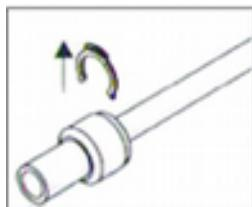

Рис. 1
- Снять предохранительный клипс с быстроразъёмного фитинга (если присутствует) (рис.1).